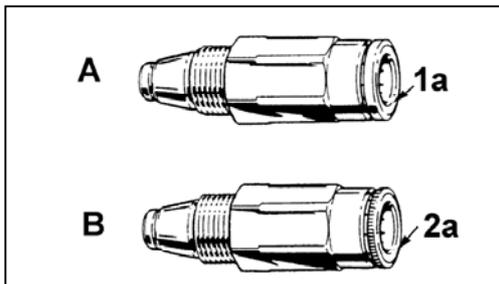

Рис.25 Обратный клапан
* Обратный клапан главного распределителя (Рис.25, А) всегда применяется с усиленной цангой 1а (Каталожный номер 226-14091-4).
* Обратный клапан второстепенного распределителя (Рис.25, А) всегда применяется с нормальной цангой 1а (Внешняя поверхность цанги с насечкой). Каталожный номер 226-14091-2.